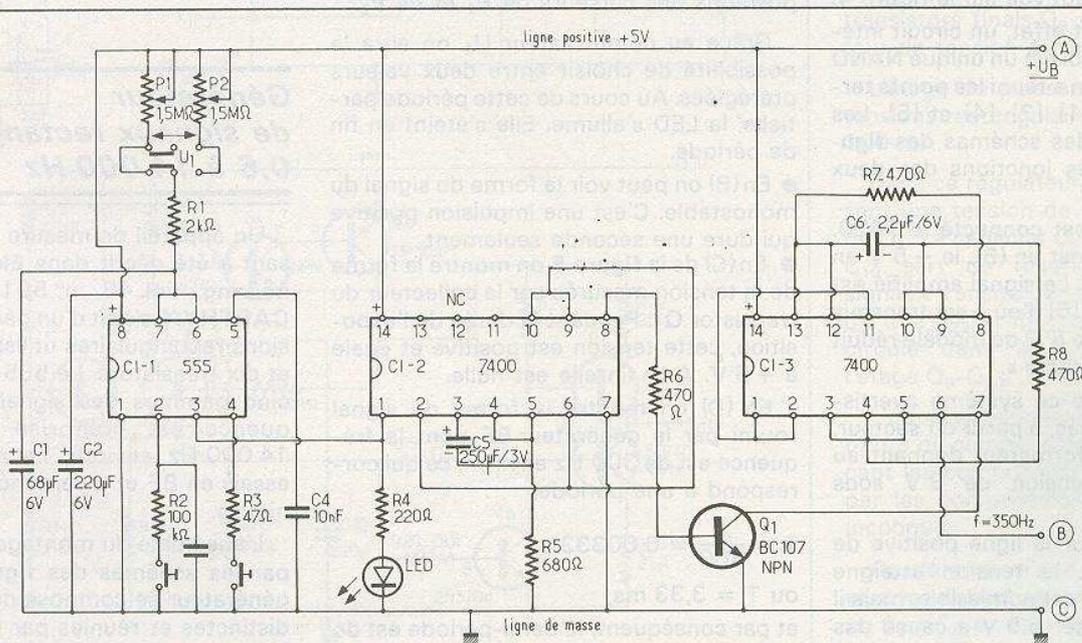
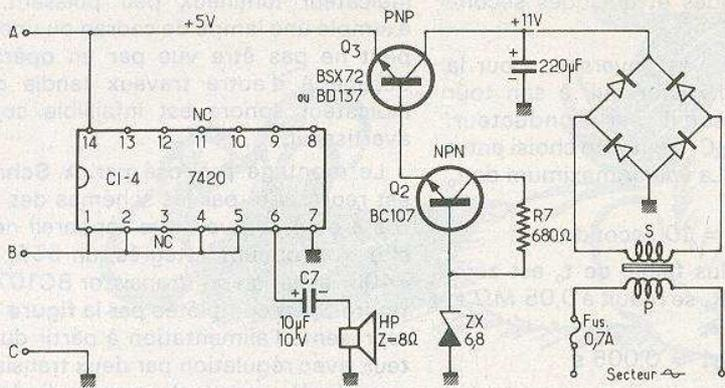

Fig. 3
Fig. 4
Le montage proposé par A. Schuster est représenté par les schémas des figures 3 et 4. On voit que l'appareil nécessite trois circuits intégrés, un 555, deux 7400 ainsi qu'un transistor BC107. La figure 3 est complétée par la figure 4 qui représente l'alimentation à partir du secteur, avec régulation par deux transistors, une diode zener et quatre diodes de redressement.
Considérons le schéma général de la figure 3 et partons du 555, CI-1 monté en générateur de signaux d'horloge, c'est-à-dire en oscillateur.
Le générateur ne fonctionne qu'à la fin de la période déterminée par le réglage de P_1 ou P_2 et son signal est transmis à l'amplificateur réalisé avec le circuit intégré CI-4 que l'on peut voir sur la figure 4.
On a utilisé, à cet effet, un circuit intégré du type 7420 qui est un unique NAND à quatre entrées. On a réuni les points terminaux (broches) [1], [2], [4] et [5]. Les points (A), (B), (C) des schémas des figures 3 et 4 sont les jonctions des deux dessins.
que le 555 peut fonctionner avec une tension pouvant atteindre 12 V et parfois 15 V. Le schéma de l'alimentation est inclus dans la figure 4. On y trouve le redresseur en pont à quatre diodes.
Dans sa réalisation matérielle, l'appareil sera monté sur une seule platine correspondant à la réunion par les points (A), (B) et (C) des schémas des figures 3 et 4. On peut voir que le transistor Q_3 donne lieu à une chute de tension de 11-5 = 6 V. Cette chute est variable et dépend de la régulation s'exerçant sur la ligne positive de 5 V par le système Q_2 - Q_3 -ZX 6,8. Ne pas connecter les broches marquées NC sur le schéma de l'appareil. Sur ceux-ci, les CI sont indiqués par leurs boîtiers du type rectangulaire, vu de dessus, le [1] à gauche du repère.